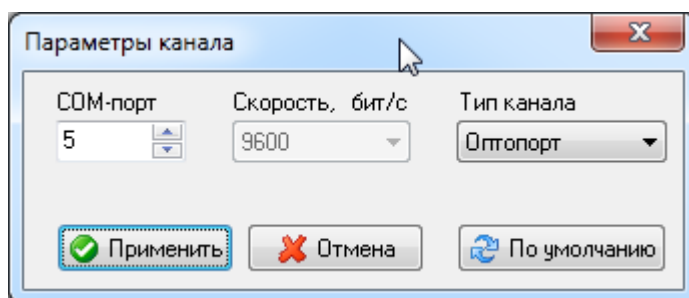

Рисунок 9.34 – Добавление канала связи со счетчиками
9.6.5.3 В появившемся окне указать тип канала (в данном случае – оптопорт) и выбрать последовательный порт, к которому подключено устройство УСО-2 (рисунок 9.34).